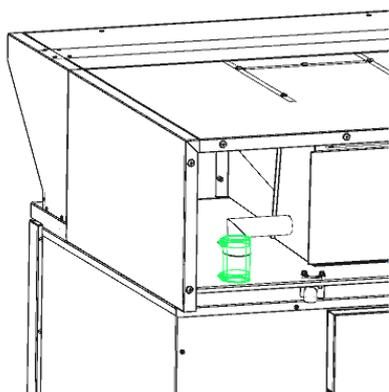

Рис. 9
13. Установить зонт на печь (предварительно снять заднюю стенку зонта): необходимо совместить трубки выходящие из печи с установленными рукавами (патрубками) с соответствующими патрубками зонта и закрепить их между собой хомутами (см. Рис. 9);